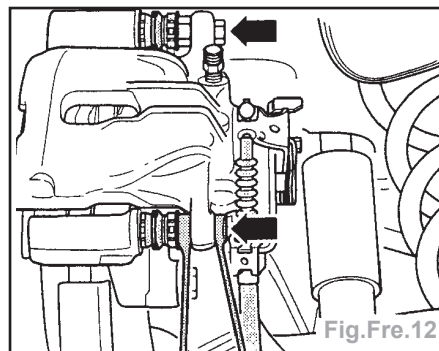

Fig.Fre.12
- Dévisser les vis de fixation (flèches) du boîtier d'étrier de frein (Fig.Fre.12).